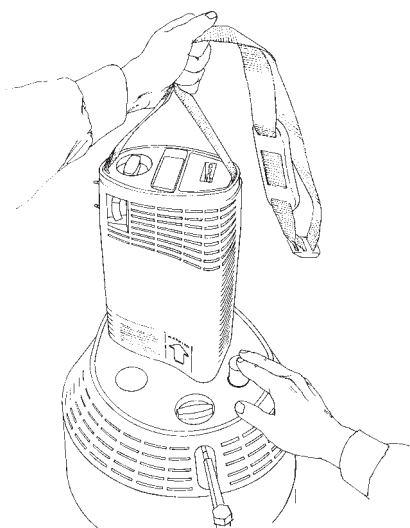

Figura 12
8. Desenganche la unidad Companion portátil de la unidad estacionaria sujetando la correa transportadora por encima de la unidad y pulsando el botón de desenganche (Figura 12). Siempre que desenganche la unidad Companion portátil, sujétela con una mano. Si no se desengancha fácilmente, es probable que se haya congelado. NO FUERCE la unidad. Espere un momento a que se calienten las piezas congeladas y desengánchela cuando se derrita el hielo.